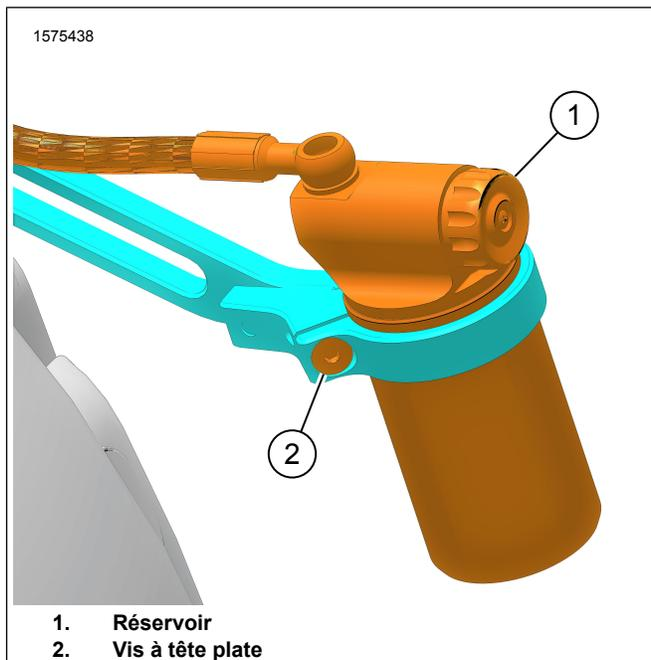

Figure 6. Vis de support de bride
8. Voir la Figure 6. Serrer la vis (2).